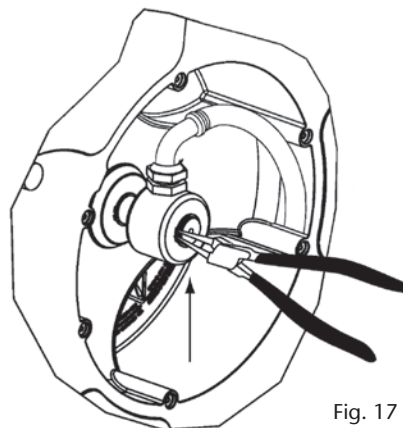

Fig. 17
- Remove the circlip and pull the swivel. Be careful not to damage the swivel O-Ring (fig. 17).
- Quitar el anillo de seguridad y tirar de la rótula hacia fuera con cuidado de no dañar la junta interior (fig.17).